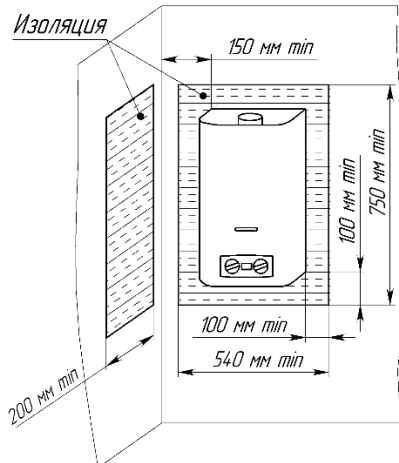

Рисунок 5. Установка аппарата на трудносгораемых стенах
7.1.6. Допускается установка аппарата на трудносгораемых стенах при условии изоляции стены оцинкованным листом толщиной 0,8...1 мм по листу базальтового теплоизоляционного картона БТК толщиной 3...5 мм. Изоляция стены должна выступать за габариты корпуса аппарата не менее чем на 100 мм с каждой стороны (рис. 5). Расстояние от боковых поверхностей аппарата до трудносгораемых стен без применения изоляции должно быть не менее 250 мм. При уменьшении указанного расстояния до 150 мм необходима установка теплоизоляции (обивка стен оцинкованным листом по листу теплоизоляционного материала). При установке аппарата на несгораемых стенах устройство изоляции не требуется.